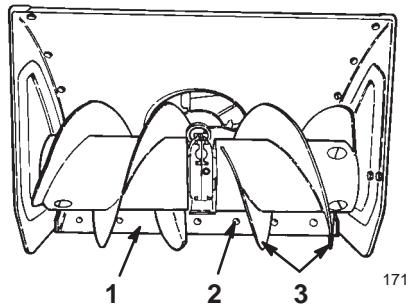

Figure 27
6. Placez un support sous *les lames de la tarière* pour qu'elles se trouvent au moins à 3 mm du sol (Fig. 27).
- Pour corriger la position de la lame racleuse, desserrez les boulons de carrossier qui la fixent au carter de tarière (Fig. 27), mettez-la à la hauteur voulue et resserrez les boulons.